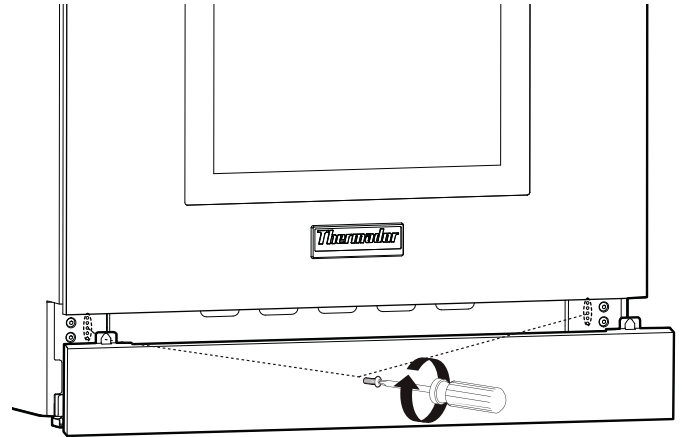

Figure 27 : Ajustement du panneau de seuil (plinthe)
2. Remplacez le panneau à l'une des cinq positions de trou de vis, comme illustré sur la *Figure 27*. Réinstallez les vis Torx.